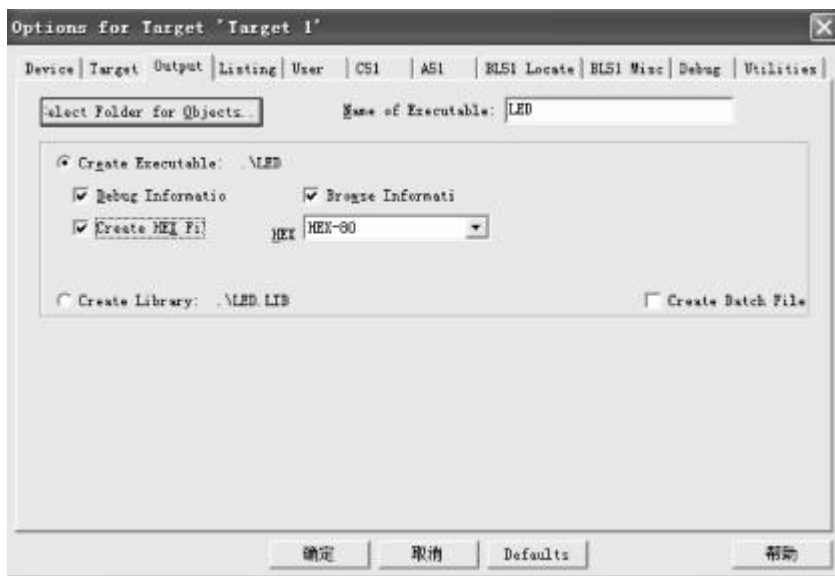

图 2-11 设置输出文件格式
⑤程序已经输入完成,我们接下来将为程序传送到单片机中做准备。执行菜单命令【Project】→【Options for Target'Target1'】或点击  按钮,选择【Output】标签,选中【Create HEX Fi】选项,设置生成文件格式为十六进制代码。(图 2-11)